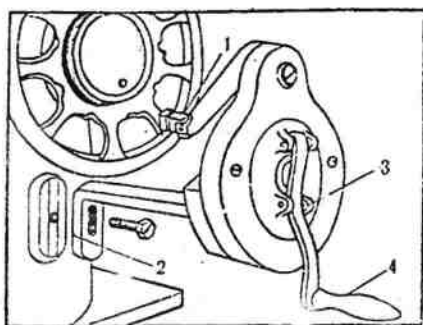

图 1-15 手摇器 H5 机头装配图
(1)把机箱座上边的两只铰链插头插入机头底板下箱座的两只孔中(图 1-15)。